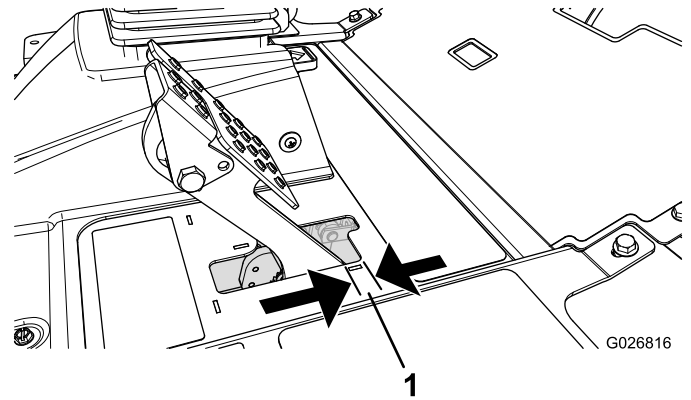

Figure 68
Réglez les freins si la garde à la pédale de frein est supérieure à 2,5 cm (Figure 68) ou si la force de maintien offerte est insuffisante. La garde est la distance parcourue par la pédale de frein avant que le freinage soit ressenti.
2. Serrez l'écrou arrière afin de pouvoir déplacer le câble en arrière jusqu'à obtention d'une garde de 6.3 à 12.7 mm (Figure 68), avant le blocage des roues.